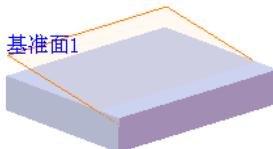
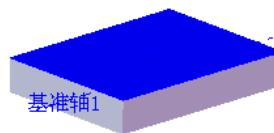

图 17.11.7 创建基准面 1
图 17.11.8 定义参考实体
Step4. 创建图 17.11.7 所示的基准面 1。选择下拉菜单 **插入(I)** → **参考几何体(G)** → **基准面(F)...** 命令；选取图 17.11.8 所示的模型表面和基准轴 1 为参考实体，单击 **第一参考** 区域的 **按钮**，并在其后文本框后输入 10.0，选中 **反转** 复选框。单击 **按钮**，完成基准面 1 的创建。